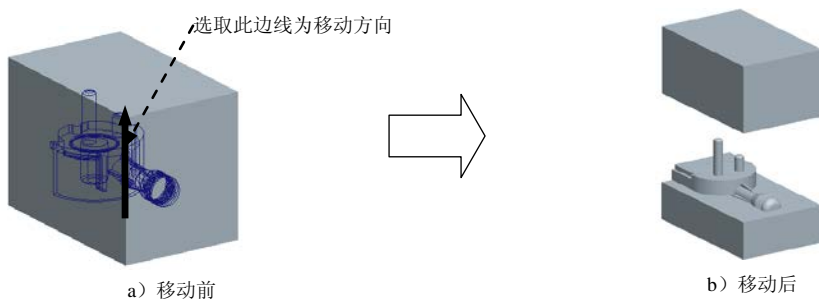

图 10.22 移动上模
Step2. 开模步骤 1。移动上模，输入要移动的距离值 30，结果如图 10.22 所示。